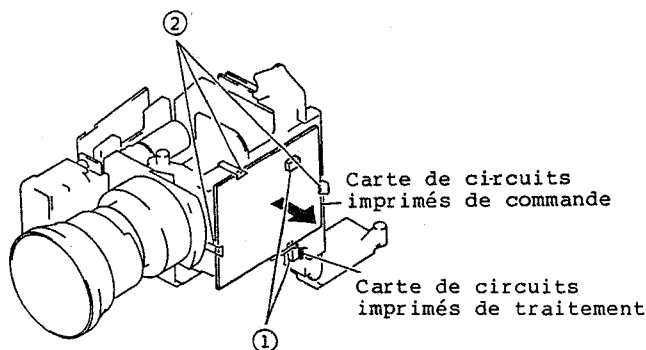

Fig. 2-13
1. Débrancher les deux (2) connecteurs (CN601, CN910). (Se reporter à la figure 2-13)
2. Libérer les trois (3) segments de fixation immobilisant la carte à circuits imprimés de commande.